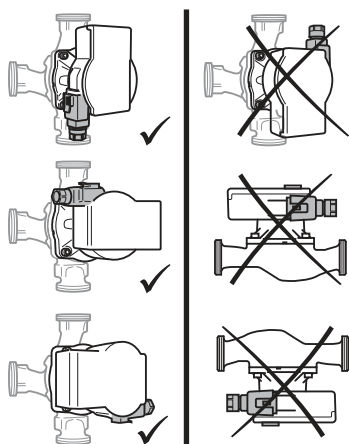

Fig. 2: Einbaulagen
- Einbauort entsprechend der zulässigen Einbaulage (Fig. 2) auswählen.
- Zulässige Einbaulage (Fig. 2) der Pumpe beachten, gegebenenfalls Motorkopf (2+6) drehen.
**VORSICHT! Leckagewasser kann das Regelmodul beschädigen! Obere Absperrarmatur seitlich ausrichten, so dass kein Leckagewasser auf das Regelmodul (6) tropfen kann.**
- Motorkopf (2+6) festhalten und 4 Gehäuseschrauben (5) herausschrauben.
- Zulässige Einbaulage (Fig. 2) und Fließrichtungspfeil auf dem Pumpengehäuse (1) beachten.
- 4 Gehäuseschrauben (5) festschrauben.